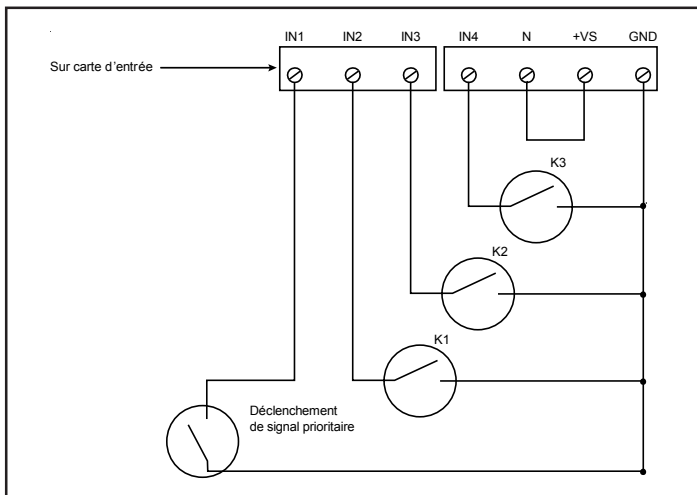
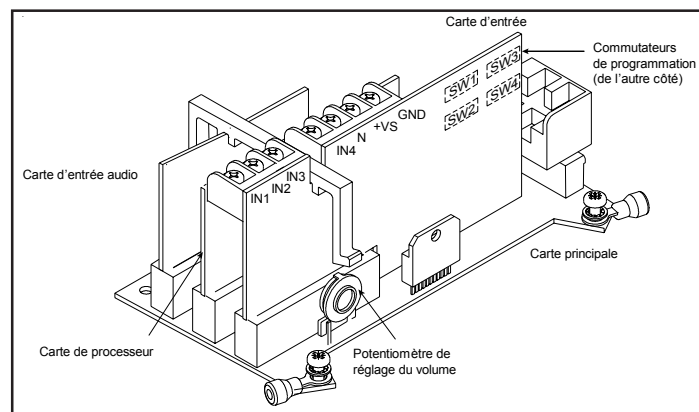

Figure 5. Branchement avec plusieurs contacts de relais secs – Tonalités internes seulement
Figure 9. Emplacement des circuits imprimés
- b. Choisir la méthode appropriée de raccordement à la carte d'entrée (figure 9) à partir des figures 5 à 10. Brancher l'Adaptatone comme illustré.
4. Se référer aux figures 9 et 11 et sélectionner les tonalités voulues. Régler les microcommutateurs sur la carte d'entrée.
5. Ajuster, au besoin, le volume du son au moyen du potentiomètre de la carte principale (Fig. 9).